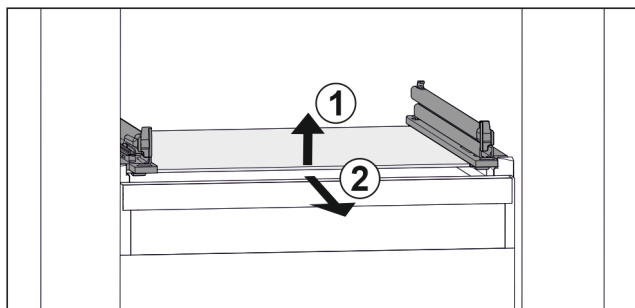

Fig. 38 Beispielhafte Darstellung der Glasplatte
- Glasplatte vorne anheben. Fig. 38 (1)
- Glasplatte nach vorne entnehmen. Fig. 38 (2)